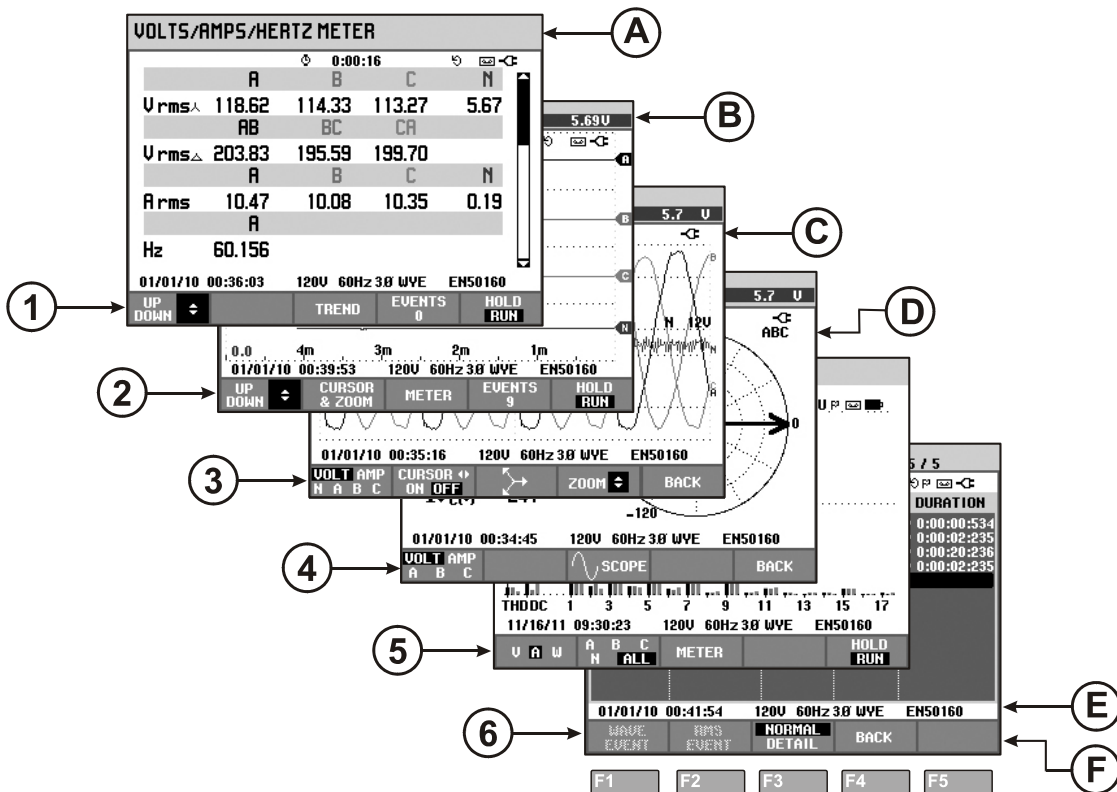

Figura 5-1. Pesquisa de tipos de tela
Abaixo você encontrará uma breve descrição de cada tipo de tela e sua finalidade. O modo de medição usado para cada uma é especificado, bem como o capítulo do manual (Cap.) com informações detalhadas. Tenha em mente que a quantidade de informações na tela dependa do número de fases e da configuração da fiação. Consulte a Figura 5-1, item 1 ... 6.
- ① Tela de medidor: apresenta uma visão geral instantânea de um grande número de valores de medições numéricas importantes. Todos esses valores são registrados, desde que a medição esteja ativa. Eles são armazenados na memória quando a medição é interrompida. Usada para todas as medições, exceto Monitor (Cap. 16) e Onda de potência (Cap. 19).
- ② Tela de tendência: este tipo de tela está relacionado a uma tela de medidor. A tendência mostra o curso dos valores de medição da tela de medidor ao longo do tempo. Após a seleção de um modo de medição, o Analyzer começa a registrar todas as leituras na tela de medidor. Usada para todas as medições.
- ③ Tela de forma de onda: mostra as formas de onda da voltagem e da corrente, conforme exibidas em um osciloscópio. O canal A (L1) é o canal de referência e 4 ciclos completos são exibidos. A voltagem nominal e a frequência determinam o tamanho da grade de medição. Usada para: forma de onda de perfil (Cap. 7), Transientes (Cap. 18), Onda de potência (Ch. 19) e Evento de onda no Fluke 435-II/437-II.
- ④ Tela do fasor: mostra a relação de fase entre voltagens e correntes em um diagrama vetorial. O vetor do canal de referência A (L1) aponta para a direção horizontal positiva. A amplitude A (L1) também é referência para o tamanho da grade de medição. Usada para: Fasor de perfil (Cap. 7) e Desequilíbrio (Cap. 14).
- ⑤ Tela de gráfico de barras: mostra a densidade de cada parâmetro de medição como um percentual por meio de um Gráfico de barras. Usada para: Harmônicas (Cap. 10) e Monitoração de qualidade de potência (Cap. 16).
- ⑥ Lista de eventos: lista os eventos que ocorreram durante a medição com dados como data/hora de início, fase e duração. Usada para todas as medições, exceto Onda de potência (Cap. 19).
Consulte a Figura 5-1, item A ... F.